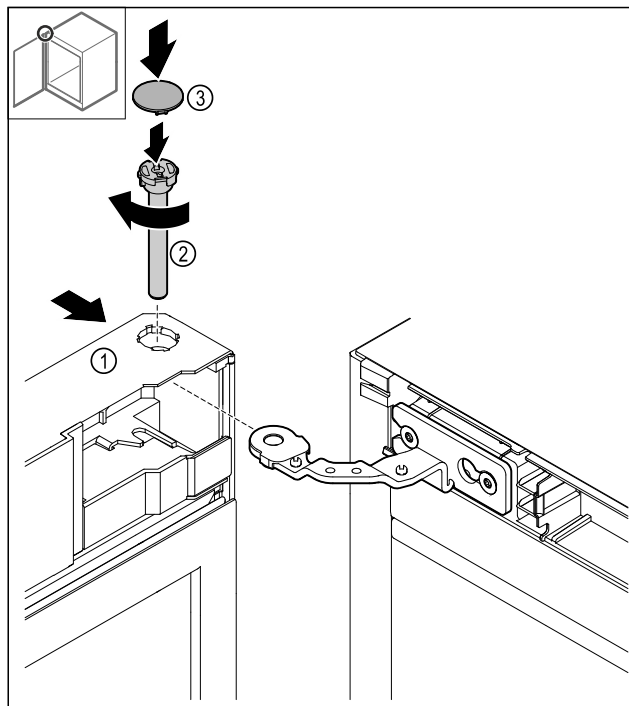

Fig. 46
- Spingere la porta Fig. 46 (1) in alto sulla cerniera.
- Inserire i bulloni e Fig. 46 (2) fissarli ruotandoli in senso orario.
- Applicare la copertura Fig. 46 (4).